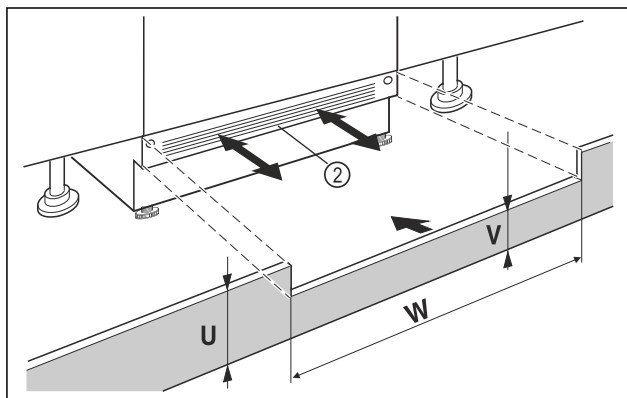

Fig. 91 Ilustrační zobrazení
- ▶ Nasadte krycí lištu spotřebiče Fig. 91 (2) ale ještě nepřipevňujte.
- ▶ U viditelné krycí lišty Fig. 91 (2) tuto lištu vytáhněte dopředu natolik, až jsou přední hrana větrací mřížky a nábytkové krycí lišty zarovnané.
- ▶ Při zakryté krycí liště Fig. 91 (2) tuto lištu zasuňte úplně dozadu.
- ▶ Dbejte a zcela volné větrací štěrby: V případě potřeby přirůzněte krycí lištu nábytku Fig. 91 (U) na potřebnou výšku!
- ▶ Podél šířky výklenku Fig. 91 (W) přizpůsobte výšku můstku Fig. 91 (V) pod krycí lištou spotřebiče Fig. 91 (2).